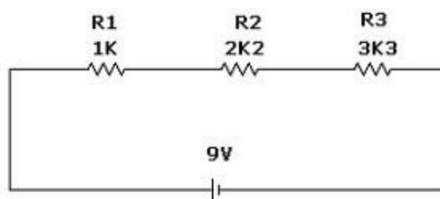
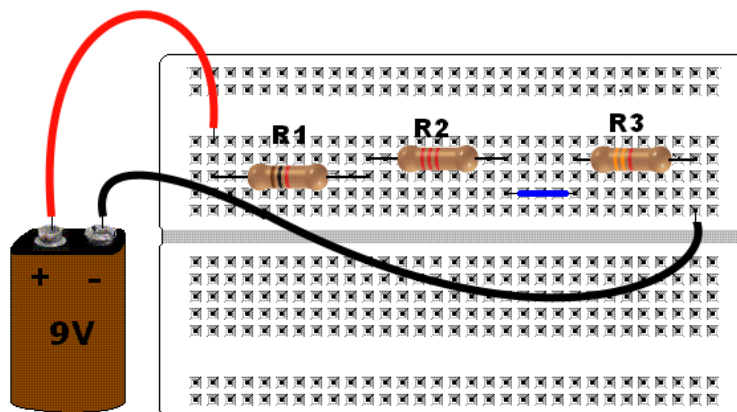

Figura 2 – Associação serie – circuito experimental
Figura 3 – Associação de resistores em série e bateria
- 1) Calcule a resistência equivalente (R_E), corrente (I) e as tensões (V_1, V_2 e V_3) do circuito da Figura 2 anotando na tabela 1.
- 2 Monte o circuito da Figura 2 na matriz de pontos de acordo com a sugestão de *layout* da Figura 3.